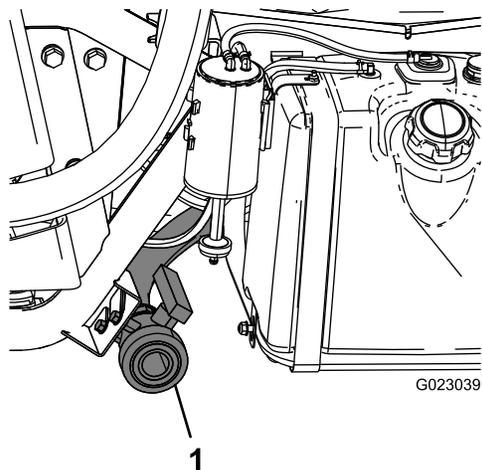

図 15
2. タンクのドレンバルブは車両の左側にある（図 15）。
4. タンクドレン・ハンドルを操作して残っている薬液を全部排出し、地域の法律や規則、メーカーの指示に従って適切に処分する（図 15）。
5. 排出が完全に終了したら、ドレンバルブを開じ、バルブをブラケットに取り付ける（図 15）。